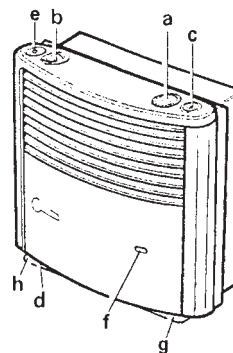

Fig 17
- 3) Druk met tussenpozen van 1 à 2 seconden op de piezo-aansteekknop (fig. 17/c).
- 4) Controleer door het venster of de vlam brandt (fig. 17/f).